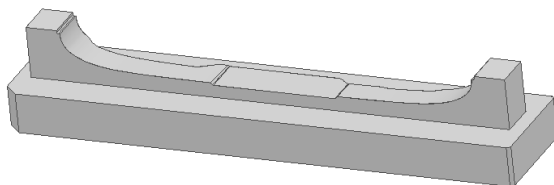

图 6-225 练习题 3) 图
3) 图 6-225 所示形体电极零件, 放电间隙为 0.1mm , 计算其加工刀具路径。毛坯为方坯, 刀具和切削参数自定义。零件数模在光盘中的存放位置: 光盘符:\习题\ch06\xt 6-03.dgk。光盘内附有参考答案。